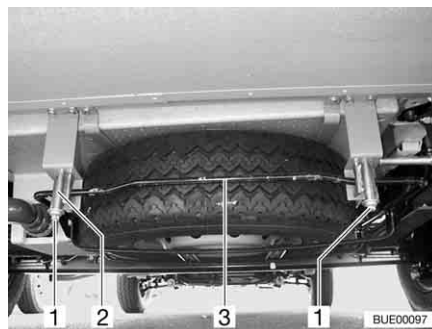

Fig. 249 Système de maintien de la roue de secours (panier)
- Desserrer les écrous (Fig. 249,1) des crochets arrière droit et gauche (Fig. 249,2) du système de maintien de la roue de secours.
- Pousser légèrement le tenon (Fig. 249,3) vers le haut. Tirer simultanément le crochet vers le bas et décrocher le tenon.